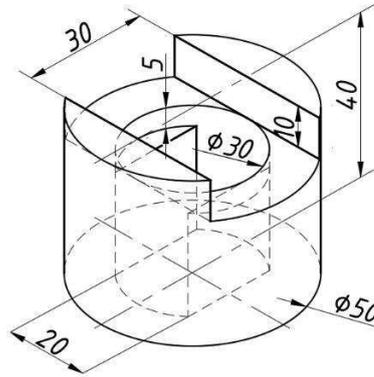

Рис.4.10
Виконати по аксонометрії (рис. 4.10) необхідні види та розрізи деталі. При побудові застосувати шари, полярне та об'єктне відстеження. Нанести розміри.
- Виконання роботи починаємо з вибору головного виду. Головний вид – вид на паз (Рис. 4.10). Встановлюємо поточний шар OSI. Креслимо осі за допомогою команди XLine.